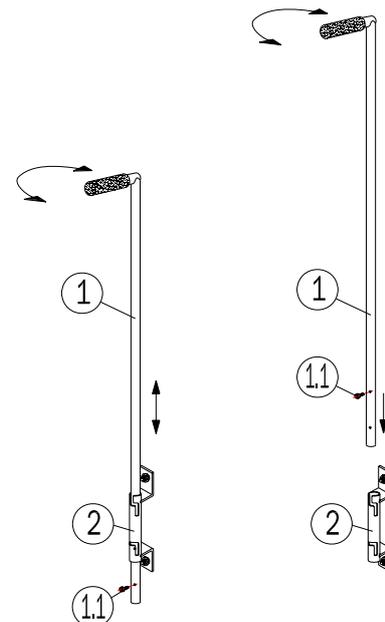

Abb.3
- Die Montage der Haltestange (1) kann als einsteckbare (transportabel) oder ausziehbare Ausführung erfolgen.
- Die Haltestange (1) ist wahlweise als einsteckbare (mobil) oder als versenkbare Ausführung montierbar.
**Einsteckbare (mobile) Ausführung (Abb.3):**